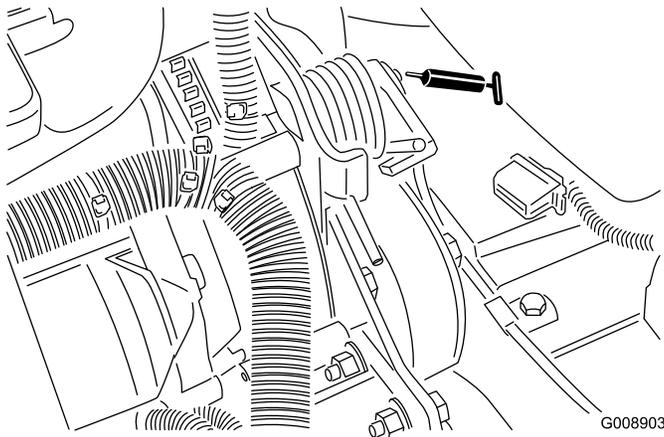

Bild 38
- Riemenspannungsdrehbüchse (Bild 38)